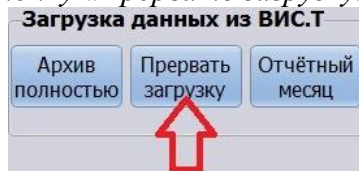

Рисунок 10.
5.1.9. При необходимости можно остановить чтение архивных данных теплосчётчика нажатием на кнопку «Прервать загрузку» (рисунок 10).